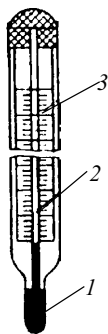

Рис. 7. Термометр ртутный технический типа ТТ:
1. *Жидкостные стеклянные термометры* (рис. 7, 8 и 9) состоят из стеклянной капиллярной трубки, закрепленной на шкале, градуированной в градусах Цельсия. Трубка соединяется с резервуарчиком, заполненным рабочей жидкостью – ртутью или спиртом, подкрашенным в темно-красный или фиолетовый цвет. Температура кипения ртути 357°C , а спирта – $78,3^{\circ}\text{C}$. Для повышения точки их кипения пространство над ртутью или спиртом заполнено инертным газом под давлением.